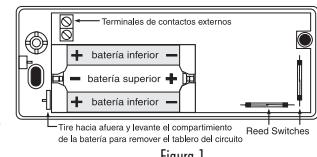

Figura 1
1. Observe la correcta polaridad (ver Figura 1).
Antes de montar la unidad, remueva el tablero del circuito. Tire de la lengüeta localizada cerca al compartimiento de la batería. Suavemente levante el tablero del circuito del plástico (ver Figura 1).